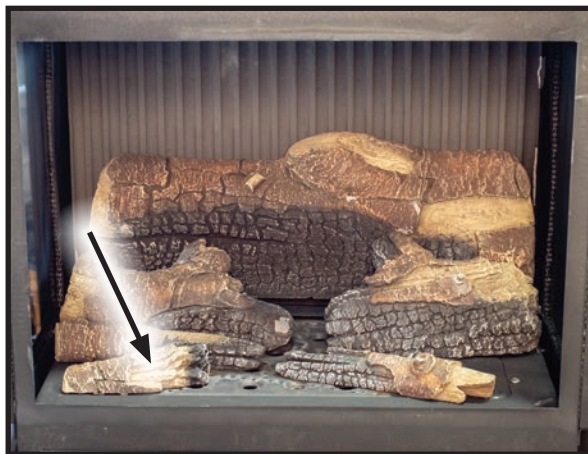

Figure 53. emplacement de la bûche de bois #1
4. Ensuite, placez le journal n° 1 devant le journal n° 3 sur la gauche. Alignez les trous du bas avec les broches du plateau du brûleur (Figure 53).